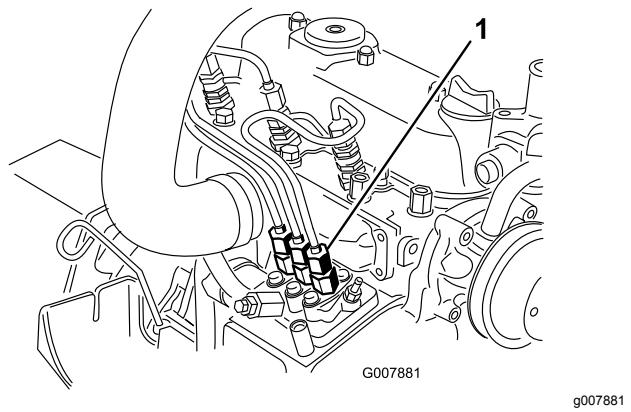

Figura 38
- Coloque um tapete por baixo da tubagem que sai da bomba de injeção para o bico injetor n.º 1 conforme ilustrado em Figura 38.